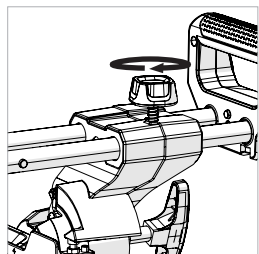

Fig. 12
- Schrauben Sie die Feststellschraube des Schlittens in die Gewindebohrung über dem rechten Arm des Schlittens. **(Abb. 12)**